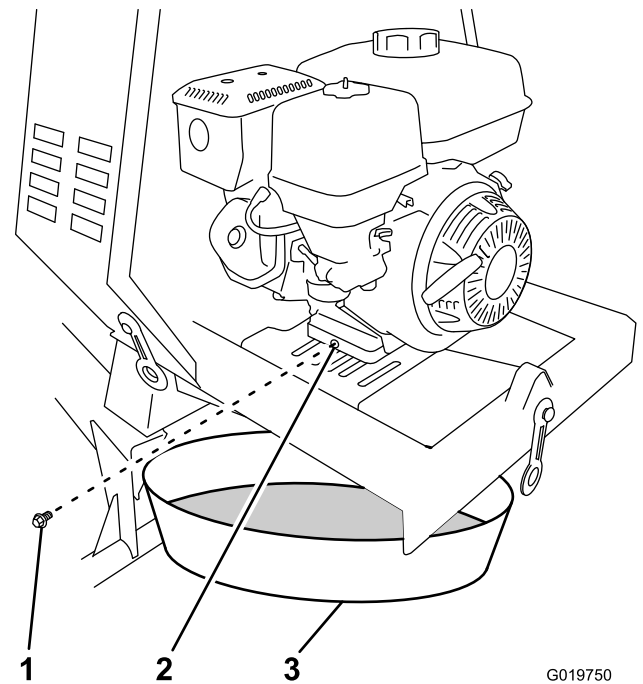

Figure 40
- Placez un bac de vidange sous l'orifice de vidange d'huile du moteur (Figure 40).
- Retirez le bouchon de vidange et laissez l'huile s'écouler dans le bac de vidange (Figure 40).
- Lorsque la vidange d'huile est terminée, remettez le bouchon de vidange en place avec une rondelle neuve (Figure 40).